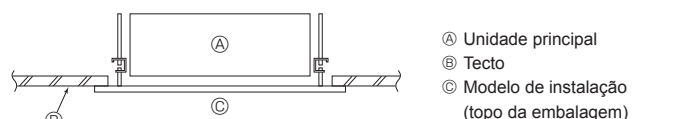

Fig. 3-8
3.7. Confirmação da posição da unidade principal aperto dos parafusos de suspensão (Fig. 3-8)